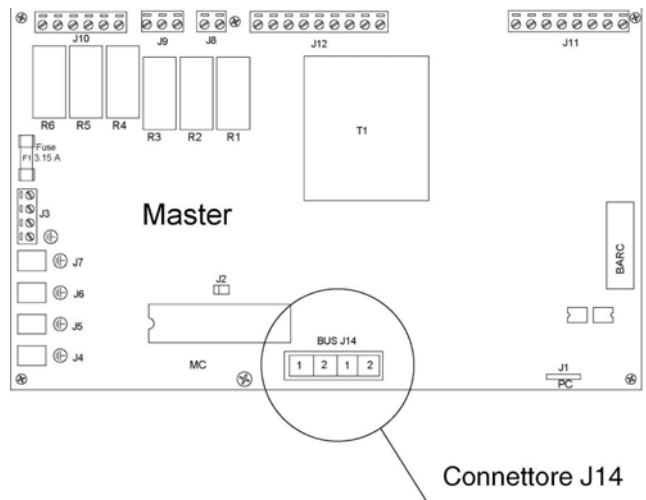

Figura 27
- a. Disconnettere il connettore J14 a 4 poli dalla scheda Master (vedi Figura 27);
Collegare i cablaggi dei gruppi termici che compongono la batteria secondo lo schema illustrato in figura 27. Per quanto riguarda i settaggi dei gruppi termici che compongono la batteria consultare il capitolo 7